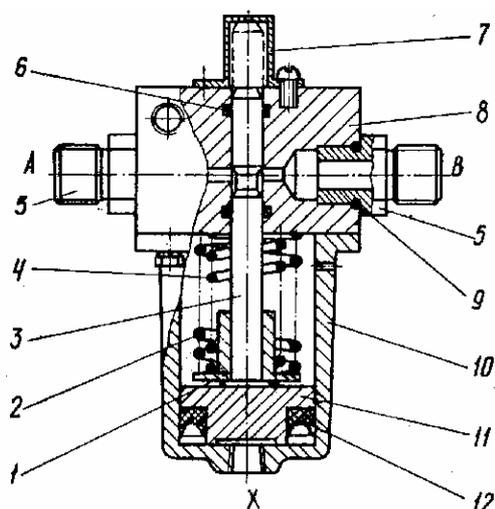

Рис. 41 Пневмогидравлический клапан
7. ПНЕВМОГИДРАВЛИЧЕСКИЙ КЛАПАН (рис. 41).